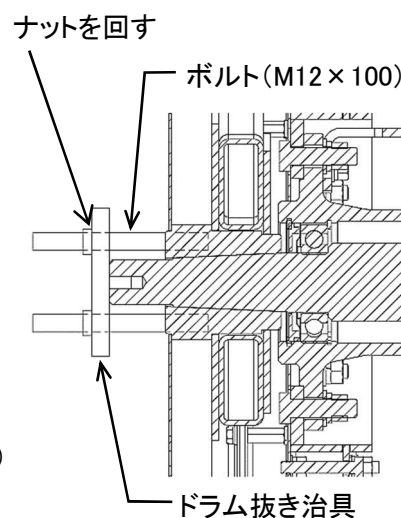
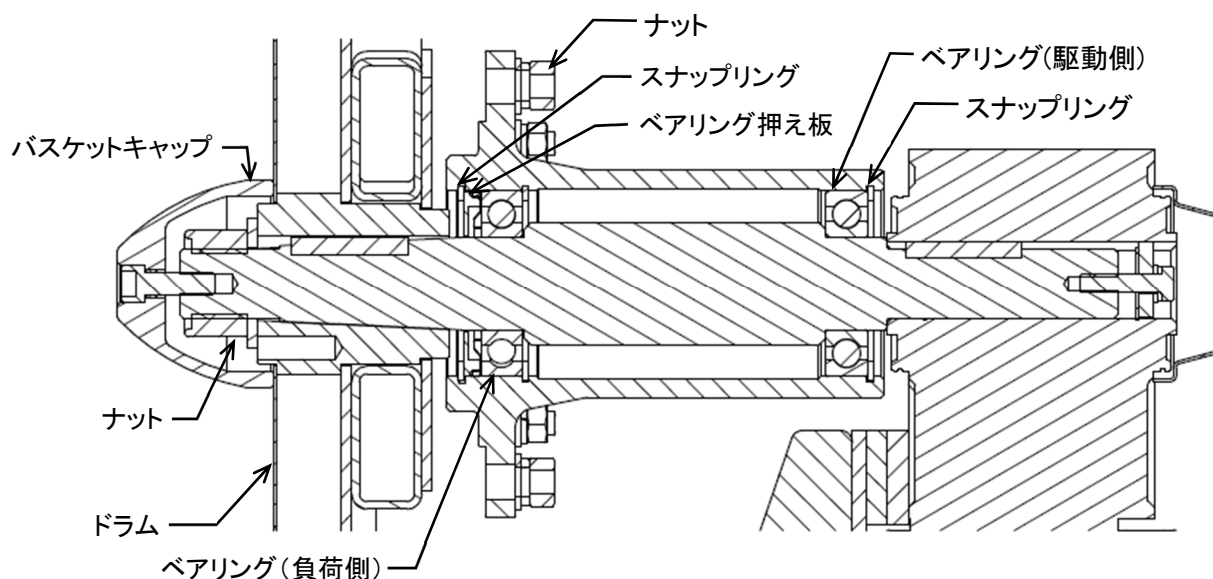

図 9-7
図 9-8
### 9.3.7 ベアリングケース (図 9-7, 図 9-8)
- ・ 右図を参考にドラム抜き治具を取り付けた後にナットを締め込んでドラムを主軸から外してください。(図 9-7)
- ・ ベアリングケースを固定しているナットを取り外し、後方へ抜いてください。(図 9-8)